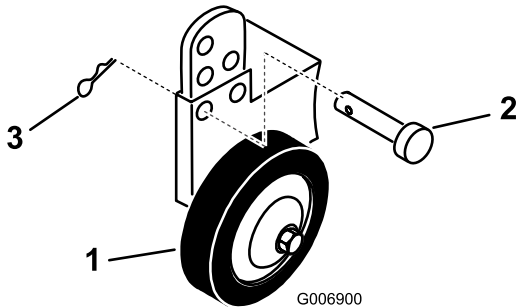

Bild 8
A. Nehmen Sie den Splint und Stift heraus, um die Lochposition zu ändern (Bild 8).
- B. Wählen Sie eine Lochposition, in der die Radstelze für die verwendete Schnitthöhe eine Bodenfreiheit von 10 mm hat (Bild 8).